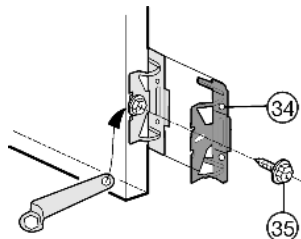

Fig. 9
- ▶ Alle bevestigingshoeken Fig. 9 (34) met zeskantbout Fig. 9 (35) in de voorgeboorde gaten van de deur an het apparaat draaien.
- ▶ een 3e paar bevestigingshoeken *Fig. 9 (34)* monteren.